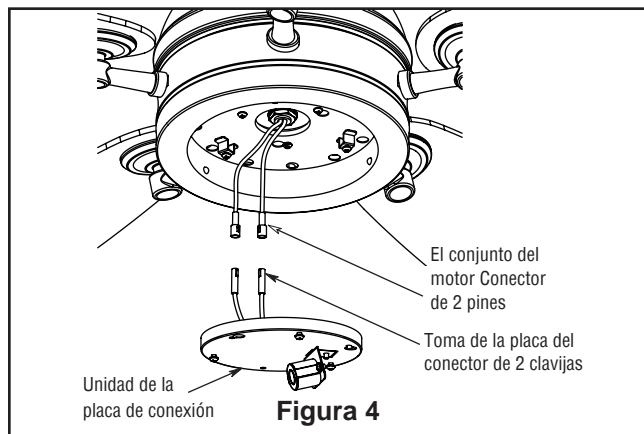

Figura 4
- 4. Instale el conector de 2 clavijas desde la placa de conexión a la unidad del motor. (Figura 4)